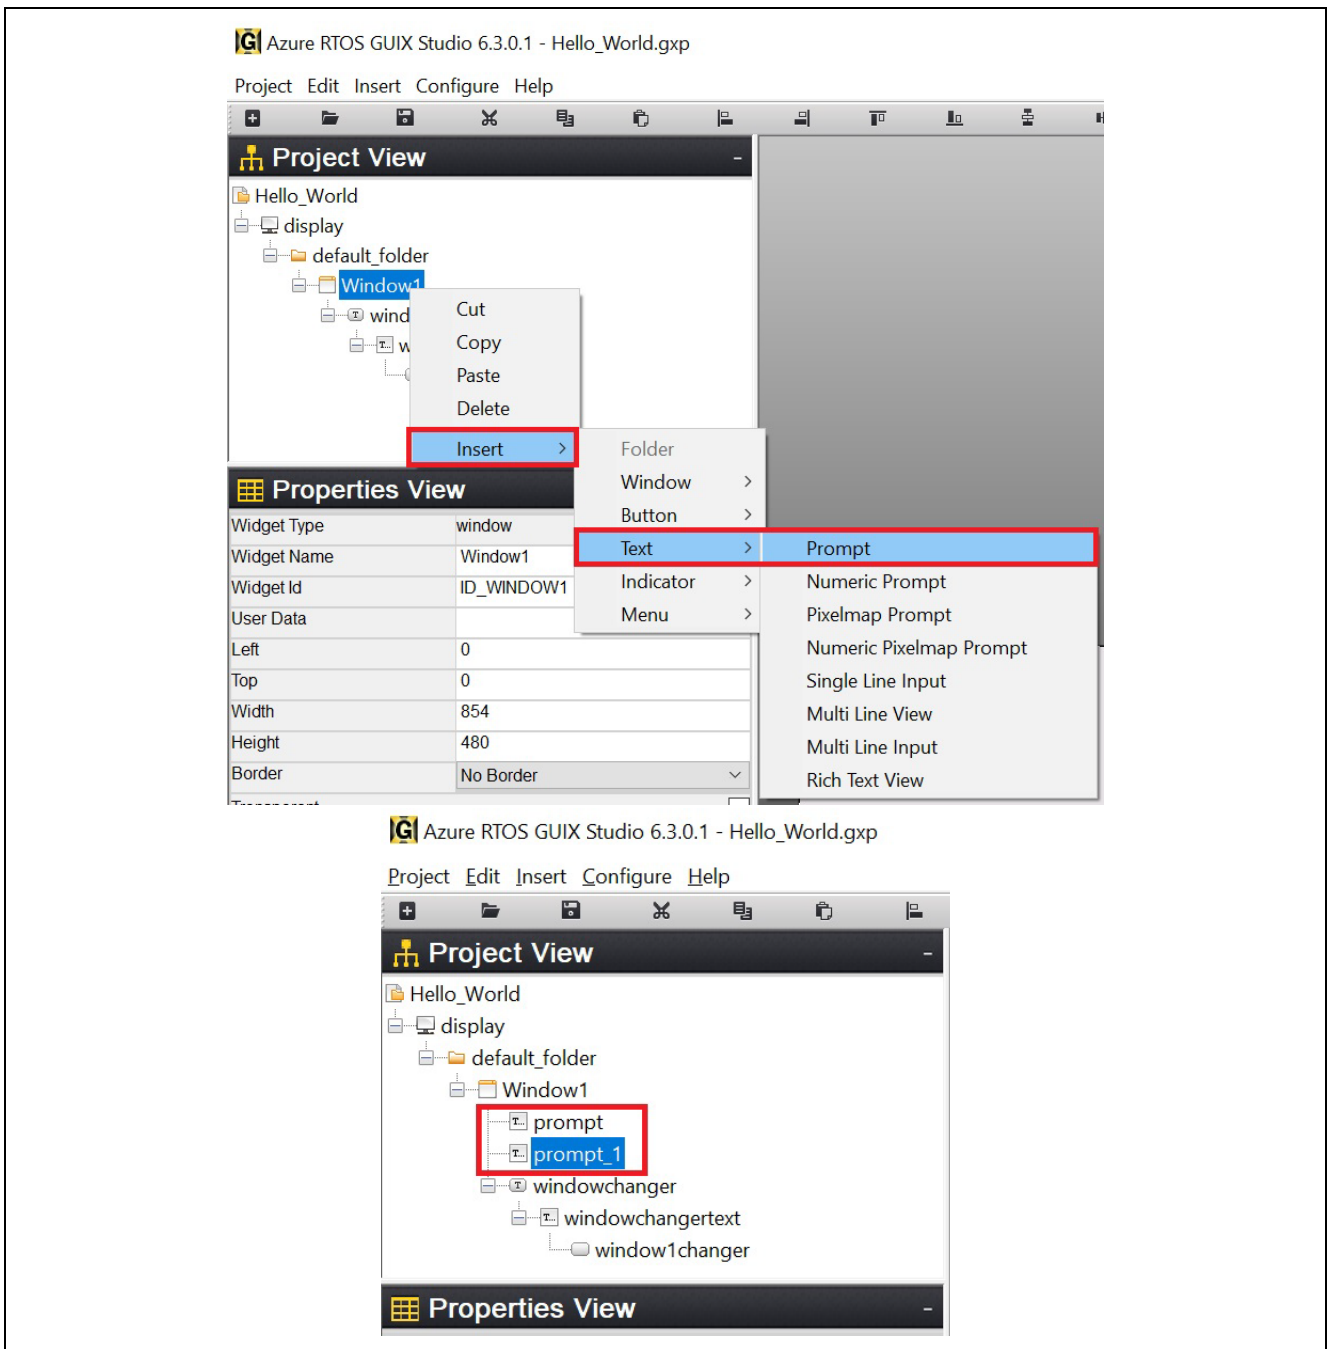

図 56. Prompt の挿入
17. 図 56 のように、**Window1** を右クリックし、**Prompt** を挿入します。2 回挿入を行うと、**prompt**、**prompt_1** のように 2 つの **Prompt** が表示されます。